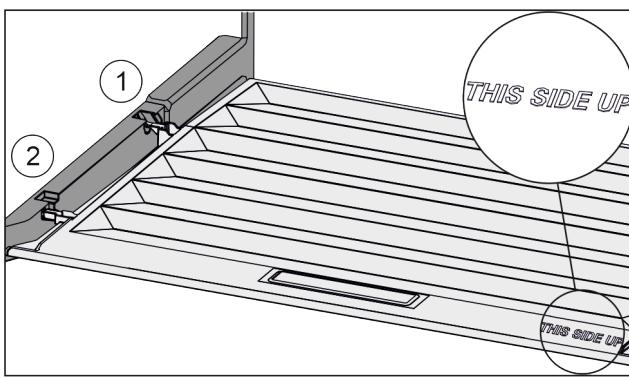

Fig. 143
- Introduceți nervura capacului prin orificiul suportului posterior Fig. 143 (1) și înclichețați-l în față în suport Fig. 143 (2).